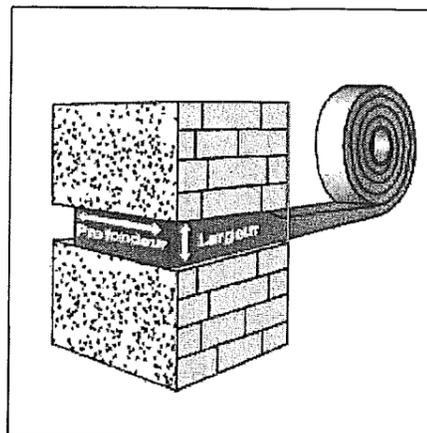

Fig. 2: Plage d'utilisation
- Choisir, dans le tableau ci-dessus, la largeur de l'illmod Trio équivalente à la largeur du profilé de la menuiserie. Puis choisir la plage d'utilisation (Fig. 2), c'est-à-dire l'intervalle de largeur du joint, entre la menuiserie et le support, à l'intérieur duquel Illmod Trio assure sa fonction étanchéité.